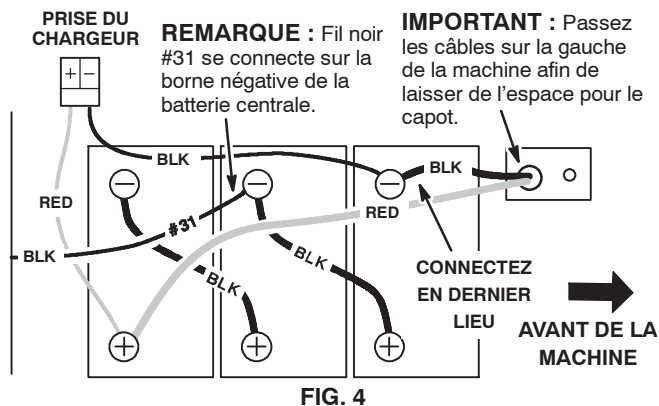

FIG. 4
- Branchez les câbles aux bornes de batteries de la manière illustrée. (FIL ROUGE A LA BORNE POSITIVE ET FIL NOIR A LA BORNE NEGATIVE) (Figure 4).